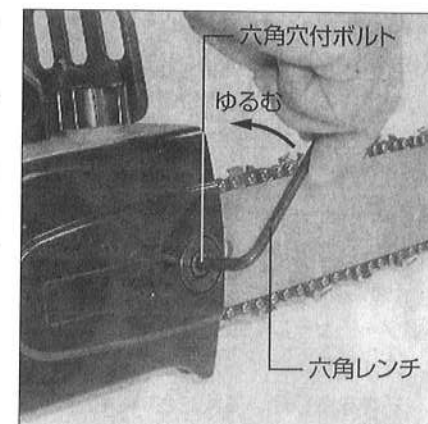

図2
- ①六角レンチ(付属品)は本体の取り手下に収納してありますので、取りはずしてください。
- ②六角穴付ボルトを、六角レンチで回して少しゆるめてください。(図2参照)